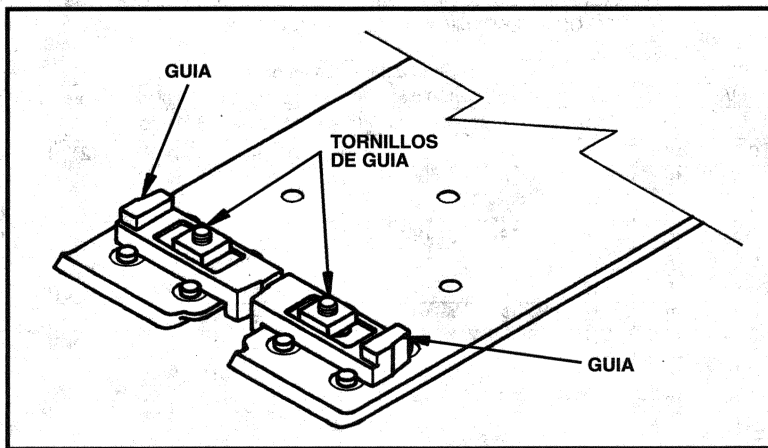

Fig. 1
1. Afloje los dos tornillos de guía, Fig. 1, con un destornillador (desarmador).
7. Deslice las guías de segueta, Fig. 1, hacia la segueta hasta que la toquen ligeramente, entonces retroceda las guías dejando un espacio mínimo (el espesor de una hoja de papel) a ambos lados.
5. Si es necesario, ajuste las guías de segueta (B) Fig. 1, como está indicado bajo PARA INSTALAR SEGUETAS DE "GANCHO" DE PORTER-CABLE, números 7 y 8.